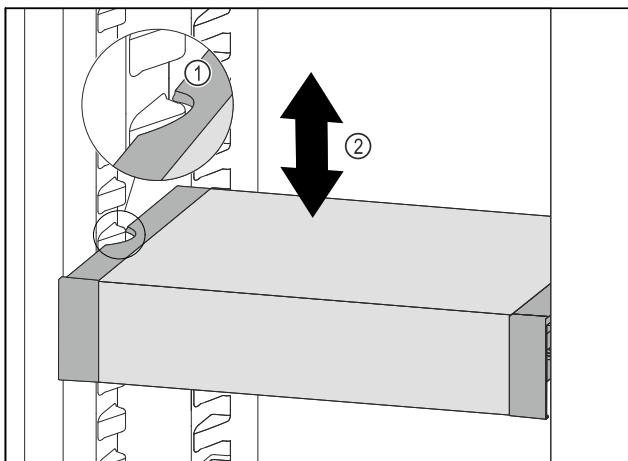

Fig. 99
- Tirare VarioSafe in avanti fino a quando le cavità laterali di VarioSafe non si trovano al livello della nervatura del contenitore nel vano frigorifero. Fig. 99 (1)
- Spostare VarioSafe verso l'alto o verso il basso nel vano frigorifero fino a raggiungere l'altezza desiderata. Fig. 99 (2)